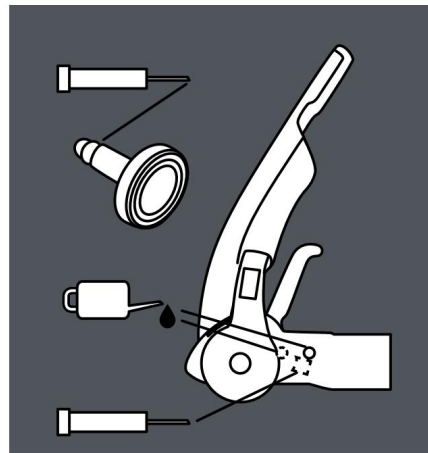

Fig 21 Punti di lubrificazione
B. Le zone possono essere ricoperte solo da un sottile strato di grasso (Fig. 21).